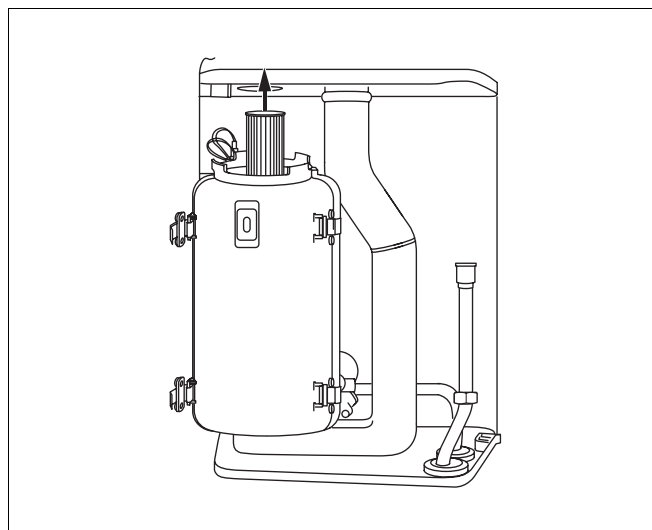

Abb. 43 Brenner herausziehen
- Brenner nach oben durch die Öffnung herausziehen (Abb. 43).